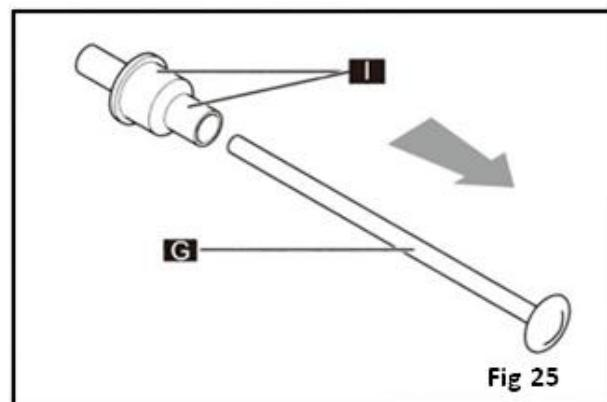

Fig 25
- Separe la varilla del conjunto del pasador y la junta (I) (Fig. 25)